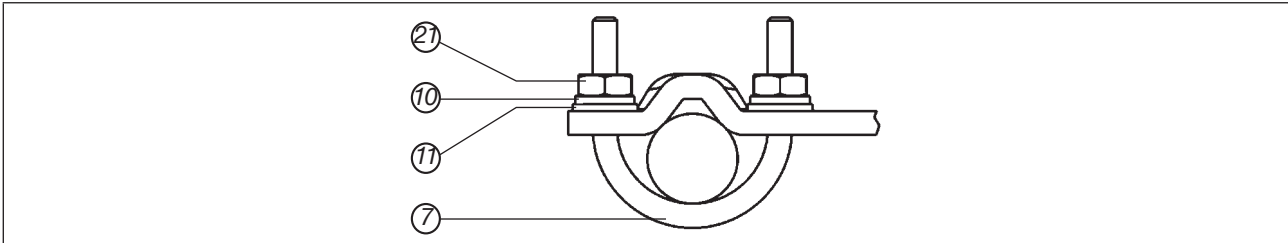

Bild 26: Positioner mit Anbauwinkel befestigen; bei Antrieben mit Säulenjoch
→ Anbauwinkel mit den U-Bolzen (7), Scheiben (11), Federringen (10) und Sechskantmutter (27) am Säulenjoch befestigen (siehe „Bild 26“).